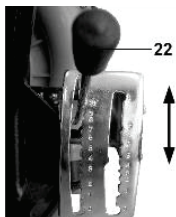

Fig. 37
Reglați volumul de descărcare prin deplasarea manetei de comandă a pulverizării (22) de la poziția „1” la „10” (Fig. 37).